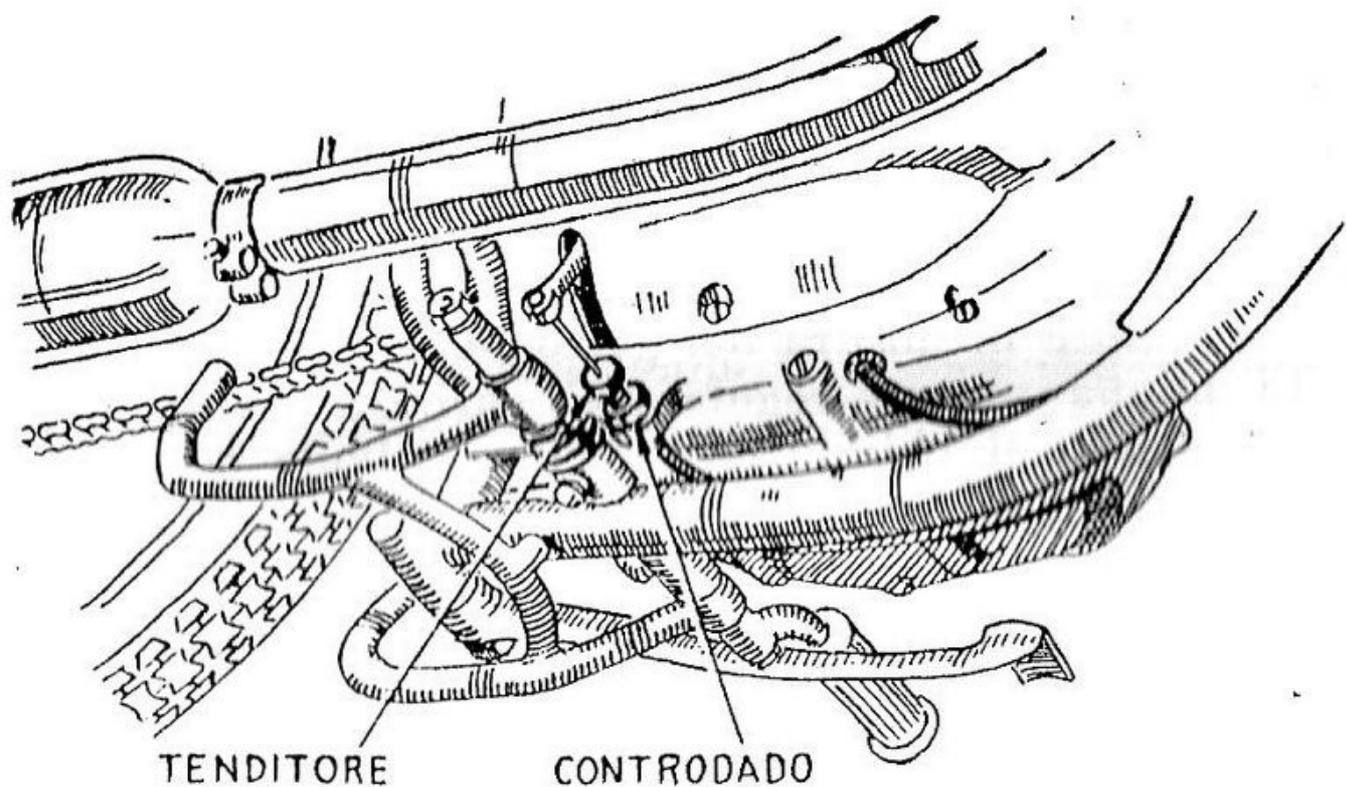
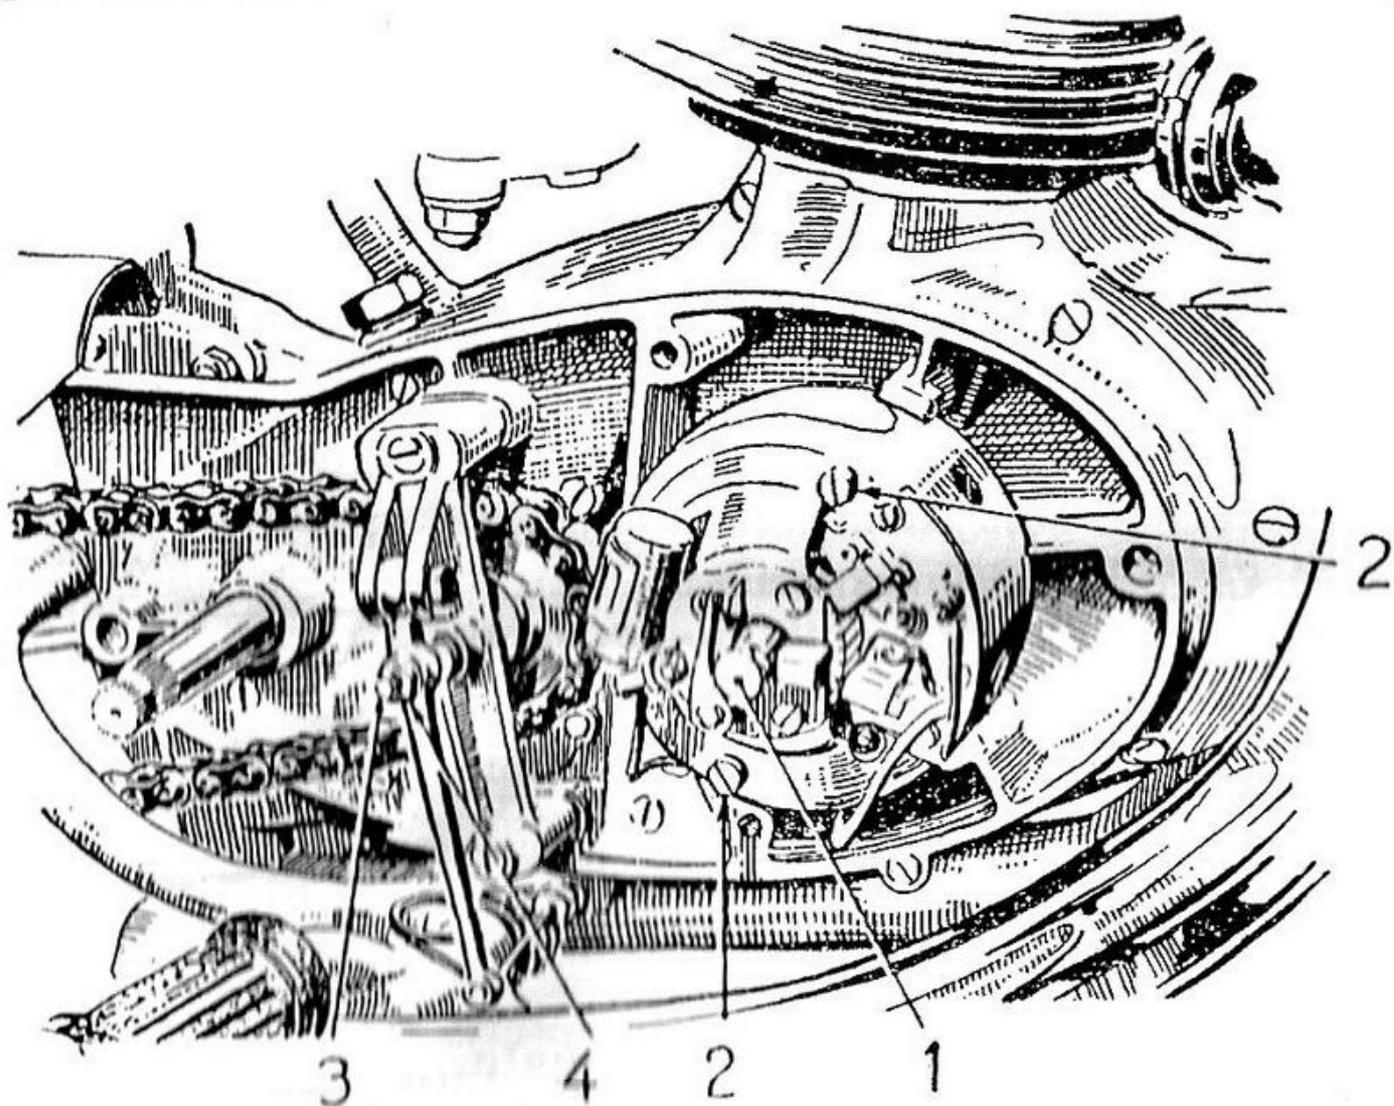

Fig. 6. - Regolazione della trasmissione flessibile comando frizione.
Fig. 11. - Motore col coperchio laterale sinistro smontato.
Il tenditore si trova sotto il carter motore: avvitando si tende la trasmissione, svitandolo la si allenta (fig. 6). E' munito di controdado. Se il tenditore è a fine corsa, conviene allentarlo completamente e agire sulla vite di regolazione posta sulla leva di comando interna al carter (fig. 11). A regolazione avvenuta stringere bene i controdadi.
Se si notasse che il collettore è rigato e che deve essere tornito, occorre smontare la dinamo. L'indotto è fissato all'albero motore con la vite (1) visibile sulla fig. 11: dopo tolta la vite, va sfilato con l'apposito estrattore. La carcassa, che va tolta per prima, è fissata al carter motore mediante le due viti (2).